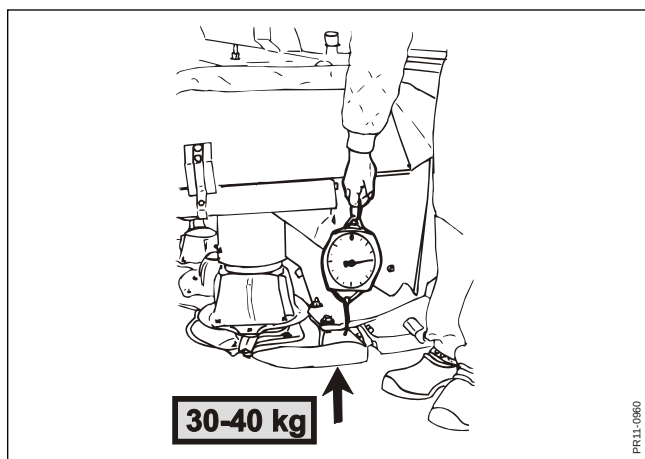

Fig. 3-13
- Fig. 3-13** I princip kan avlastningen ställas in så att rotorbalken svävar. Starta ex.vis med att spänna fjädrarna, tills den erforderliga lyftkraften för att lyfta balken är **30 - 40 kg vid varje sida** (där en fjädervåg används som hjälpmedel).